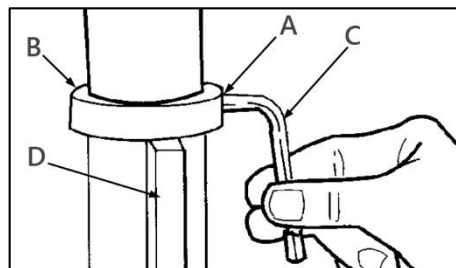

Рисунок 3.
Ослабьте установочный винт (А) (рис. 3) на зажимном кольце (В) при помощи 3 мм шестигранного ключа (С), снимите кольцо (В) и зубчатую рейку (D) с колонны.
Установите зажимное кольцо (В) (рис. 3), затяните установочный винт (А) при помощи шестигранного ключа 3 мм (С), чтобы зубчатая рейка (D) могла перемещаться при повороте стола влево или вправо вокруг колонны. Кольцо должно сидеть на зубчатой рейке свободно, перпендикулярно вертикальной оси. Затяните установочный винт достаточно, чтобы только удерживать кольцо на месте, иначе деталь может сломаться.